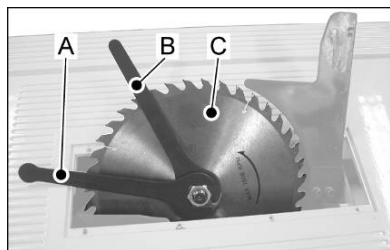

Fig. 10
Lösen Sie die Spannmutter mit dem gelieferten Schlüsseln (A, Fig. 10). Sichern Sie dabei den Sägeflansch mit dem gelieferten Schlüssel (B) gegen Rotation